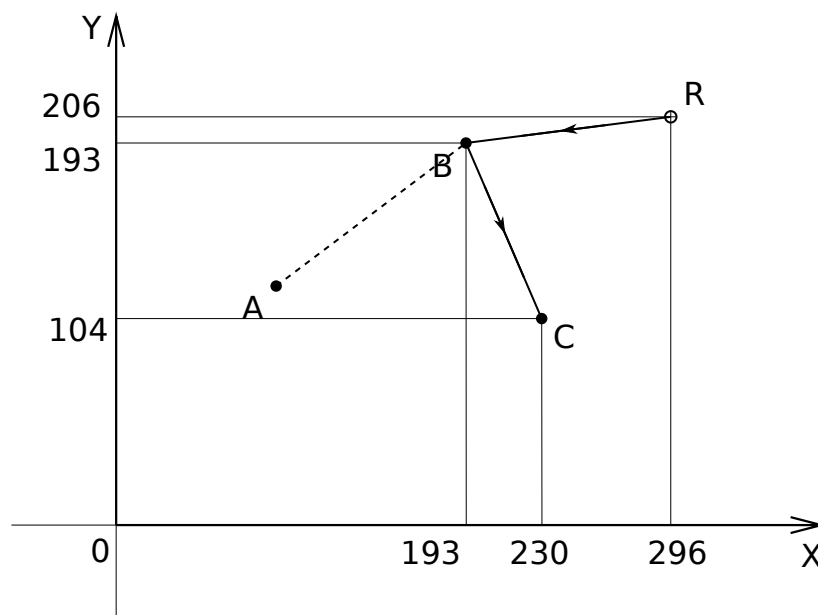

Рис. 2.7.2: Пример возврата из осовного положения
**Пример.** Возврат из основной позиции по G29 (рис. 2.7.2)